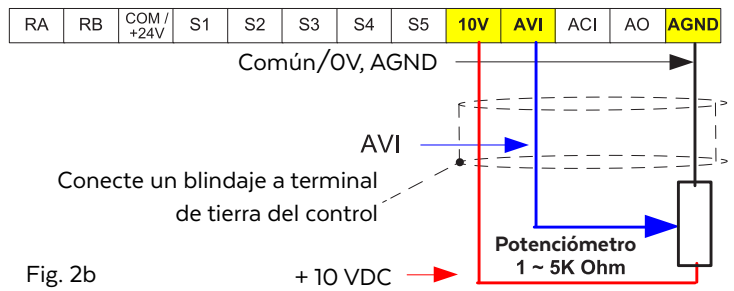

Fig. 2b
-Hacer las conexiones como se muestran abajo en la Fig. 2b.